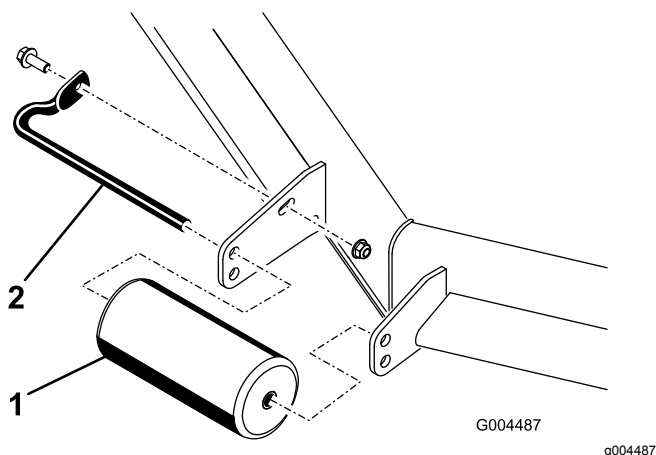

Figura 10
- A. Rimuovete la vite e il dado che fissano l'albero del rullo alla staffa dell'apparato di taglio (**Figura 10**).